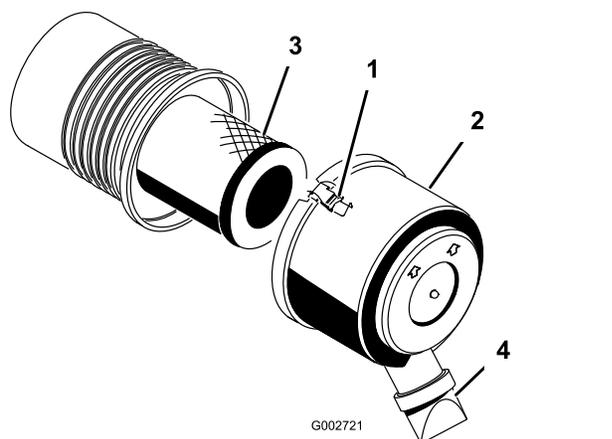

Figure 26
- Desserrez les attaches qui fixent le couvercle sur le boîtier du filtre à air (Figure 26).